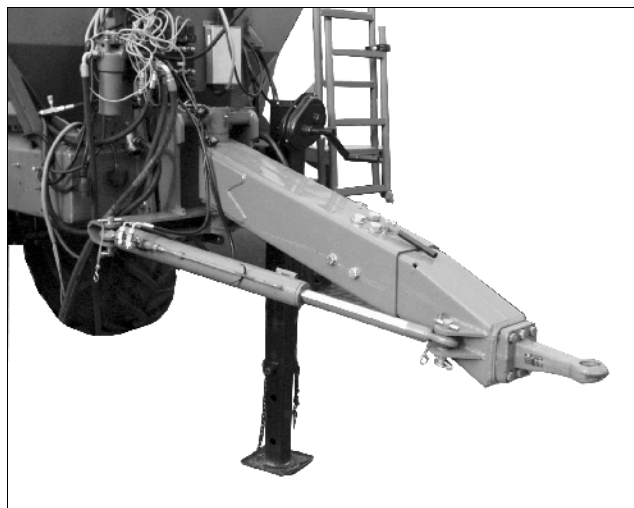

Fig. 8
- Trail-Tron Gleichspurdeichsel (Fig. 8) ausgerüstet werden (nur **ZG-B 7001 drive**).